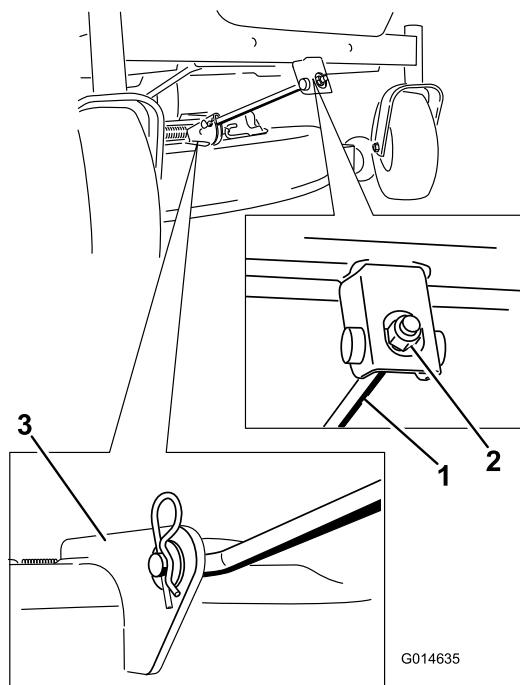

Figura 56
6. Conecte la varilla de soporte delantera a la carcasa de corte con el pasador y la chaveta (Figura 56).